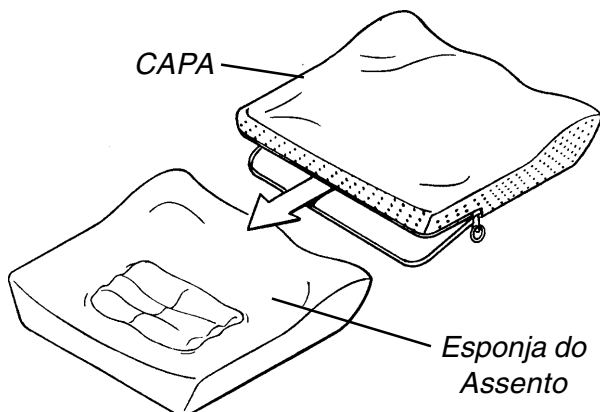

FIGURA 1 - RETIRE A CAPA DA ESPONJA DO ASSENTO PESSOAL
2. Abra a capa do assento e retire a esponja do Assento Pessoal (FIGURA 1).